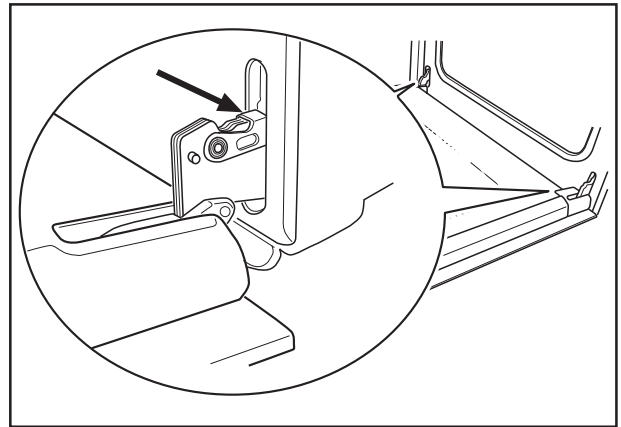

Fig. 12
2. individuate le due cerniere che sostengono la porta (Fig. 12);